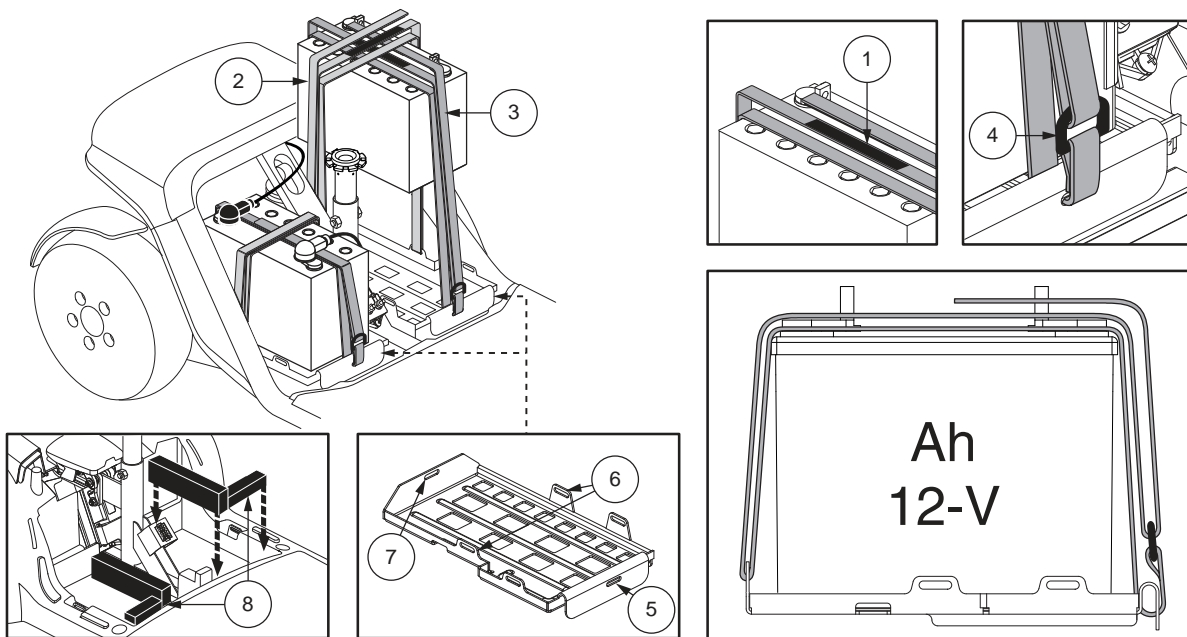

Abb. 16. Batteriesicherung für die Modelle 614 und 714
**HINWEIS:** Einige Elektromobile verfügen über Abstandhalter zur Sicherung der Batterien. Unter Umständen ist es sinnvoll, die Abstandhalter zu entfernen und sicher aufzubewahren, bis die Batterien im Elektromobil ausgetauscht worden sind. Siehe Abb. 16.
**HINWEIS:** Die Modelle 614 und 714 verwenden Batterieriemen, um Batterien im Batteriefach zu sichern. Bitte sehen Sie sich für Informationen zur Anbringung der Batterieriemen **Abb. 16** an.